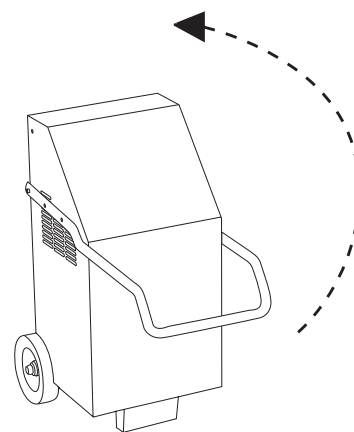

Figure 2. Soulever la poignée
3. La poignée du chargeur est rabattue à l'avant de l'appareil et partiellement fixée pour le transport. Soulever la poignée en position verticale, perpendiculairement au dessus du chargeur. Tirer doucement sur la poignée de façon à ce que son axe recouvre les trous des vis sur les côtés du chargeur (voir Figure 2).